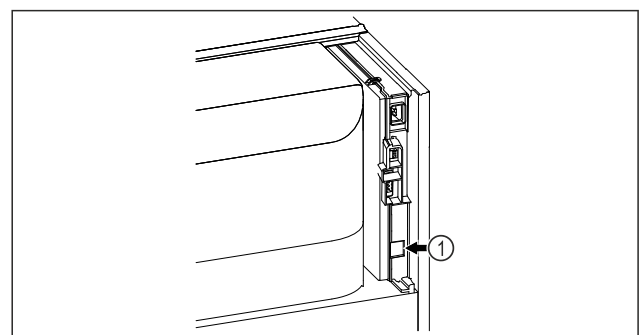

Fig. 163
- Le SmartModule Fig. 163 (1) est installé.